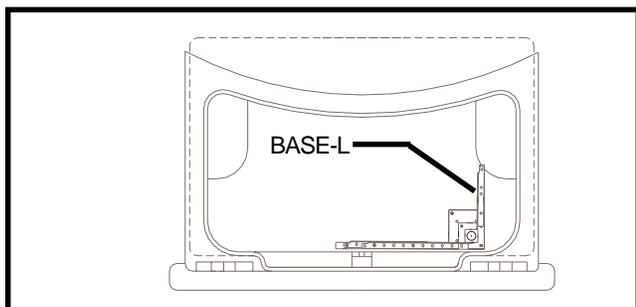

FIGURE 2.
1. Placez la base-L dans le coin droit du coffre dans la position où elle sera fixée. La plaque de fond doit être alignée avec le côté et l'arrière du coffre. **Voir les figures 2 et 2A.**